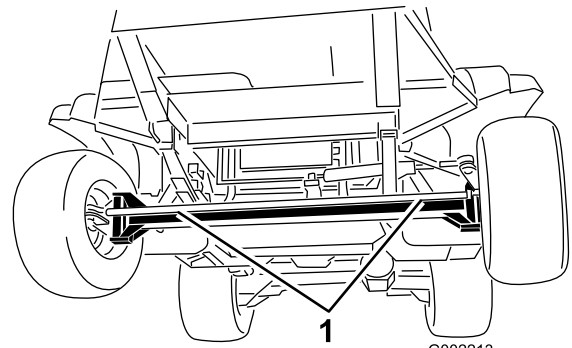
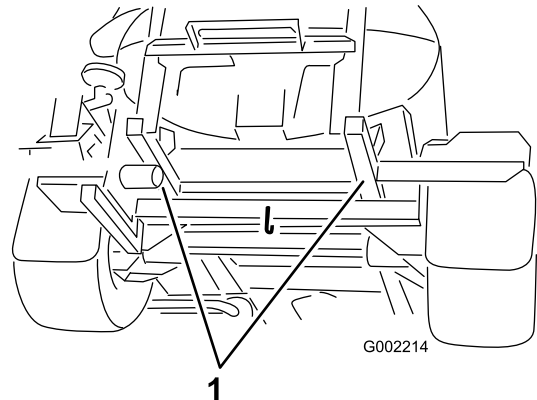

Figure 57
Figure 58
4. Accrochez un câble de remorquage au cadre; voir les points de remorquage avant et arrière (Figure 57 et Figure 58).